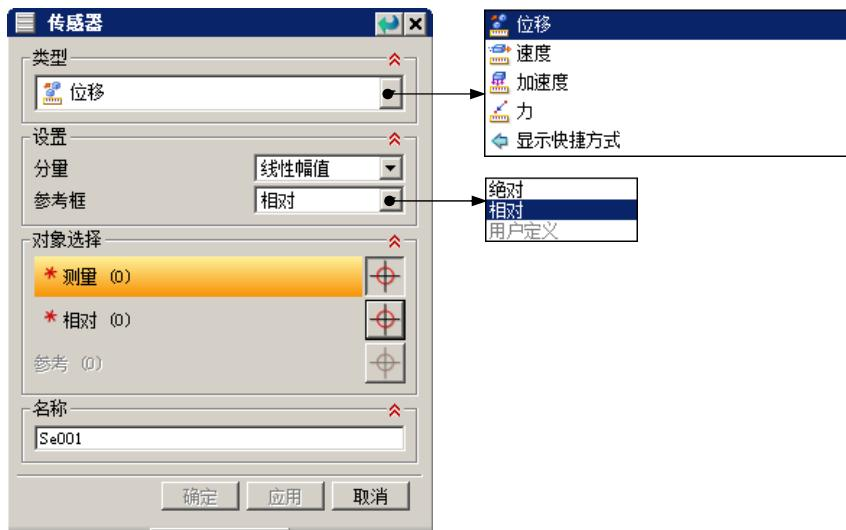

图 8.2.8 “传感器”对话框
(1) 选择命令。选择下拉菜单 → 命令，系统弹出图 8.2.8 所示的“传感器”对话框。